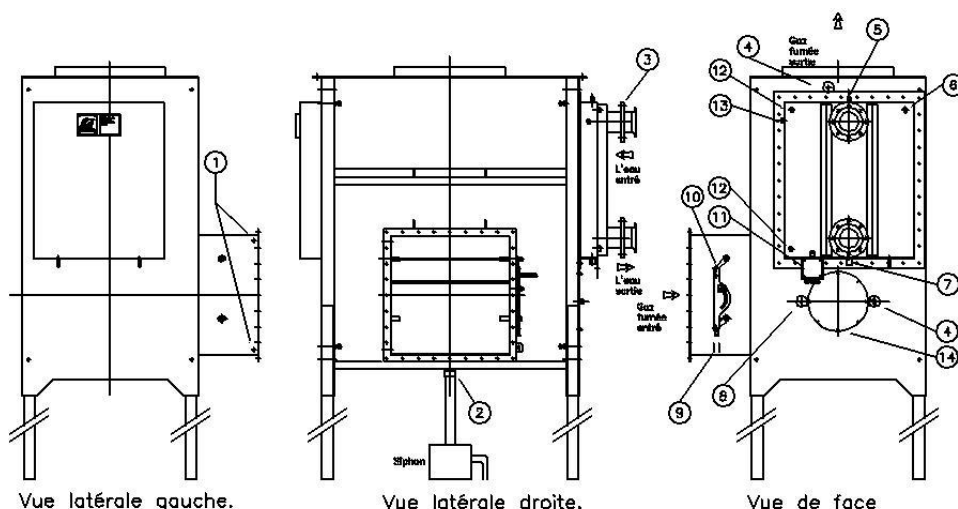

Figure 1
13. Raccorder le condenseur du côté de l'eau aux brides tournantes. Vérifier l'arrivée et le retour des canalisations de chauffage pour assurer la circulation, voir figure 1 de la page 4. Le raccordement hydraulique du condenseur aux canalisations existantes doit s'effectuer de sorte que le condenseur peut être démontée à tout moment (bride de raccordement). Les canalisations doivent être positionnées de telle façon que l'élément peut coulisser latéralement pour être retiré. Le montage doit s'effectuer de sorte que la connexion hydraulique est absolument hors tension, et l'utilisation de compensateurs est recommandée.